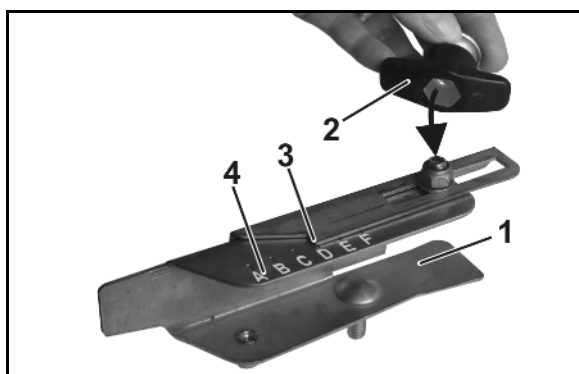

Рис. 83
5. Установите распределяющую лопасть с ограничением дальности распределения (Рис. 83/1) с помощью барашковой гайки (Рис. 83/2) на распределяющий диск.
6. Установите указатель (Рис. 83/3) на число на шкале (Рис. 83/4) согласно таблице норм внесения удобрений и снова затяните барашковую гайку (Рис. 83/2).